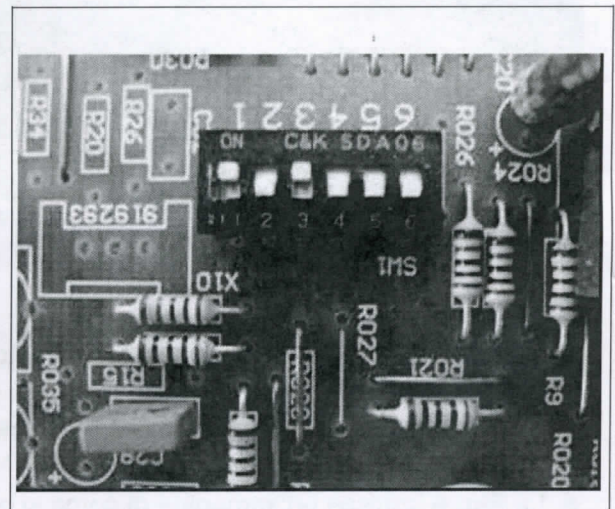

Fig. 8 – Pic. 8
7. Configurare la scheda, in funzione del modello di generatore e del combustibile impiegato, agendo sui dip switch di Fig. 8 e seguendo le indicazioni riportate in Tab. 1.